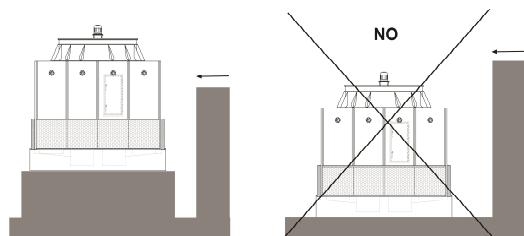

Fig. 8
- e) In case of existing obstacles close to the tower and higher than it, it will be necessary to install the tower in a higher position in order to get an air exit at the same height, at least, than the obstacle, especially in case the predominant air direction will be as indicated in Fig 8.
- e) S'il y a des obstacles à proximité plus hauts que la tour, hisser celle-ci pour que la décharge de l'air atteigne au moins la hauteur de l'obstacle, surtout dans le cas où la direction prédominante de l'air soit celle indiquée sur la figure 8.